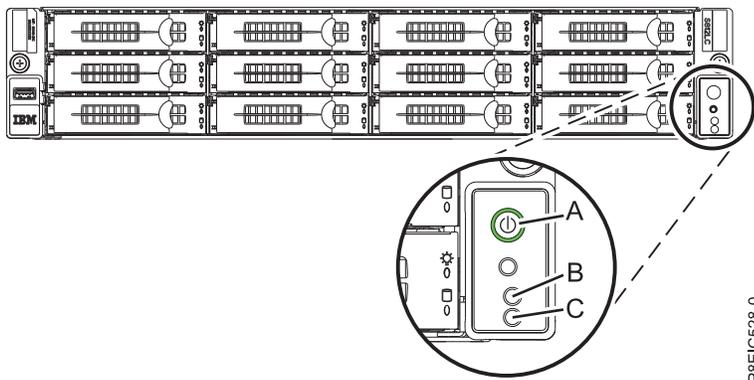

Abbildung 115. Netzschalter
- Die Betriebsanzeige blinkt (siehe Abb. 115). Blinkt die LED, befindet sich die Stromversorgung der Einheit im Standby-Modus.
3. Drücken Sie den Netzschalter **(A)** (siehe Abb. 115). Die Betriebsanzeige blinkt nicht mehr, sondern leuchtet permanent. Dies bedeutet, dass das System eingeschaltet wurde. Die Systemkühlungslüfter werden mit einer hohen Geschwindigkeit ausgeführt und kehren nach etwa 30 Sekunden zur Betriebsgeschwindigkeit zurück.